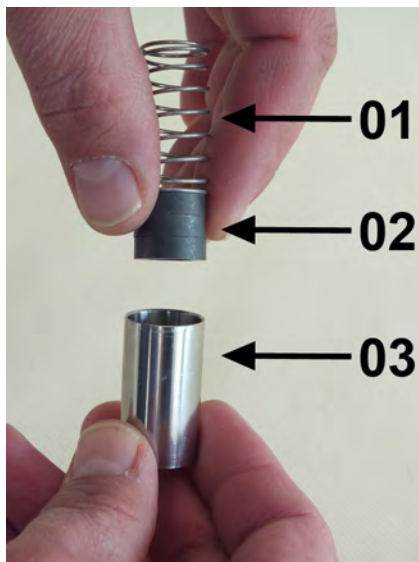

Abb. 43: Innenteile
4. ➤ Feder ( Abb. 43/01) mit Magneten ( Abb. 43/02) in den Schwebekörper ( Abb. 43/03) einführen dabei die Magnetpolung beachten (Nordpol in Richtung Geräteausgang)